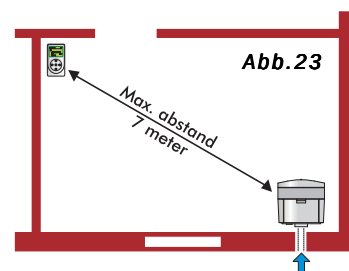

Abb. 23
- Der korrekte Betrieb der Fernbedienung ist für eine maximale Entfernung von 7 Metern garantiert (siehe **Abbildung 23**). In dem Bereich zwischen Fernbedienung und Heizofen dürfen sich keine Hindernisse (Mauern usw.) befinden. Die Batterien müssen geladen sein.